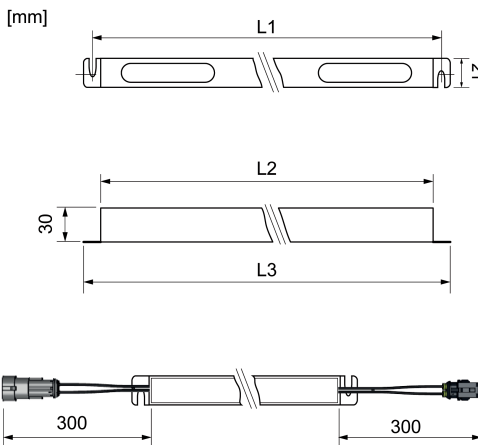

Figure 4: Schéma coté [mm]
- Préparer des trous de perçages dans la rainure pour fixer la lampe. Consulter le schéma coté pour déterminer l'écart des trous de perçages (Figure 4).